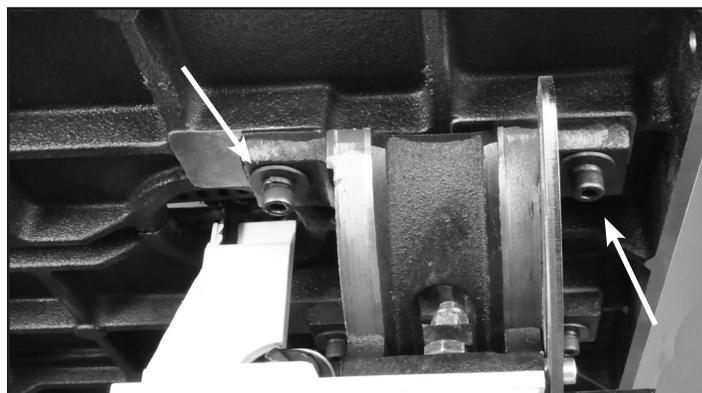
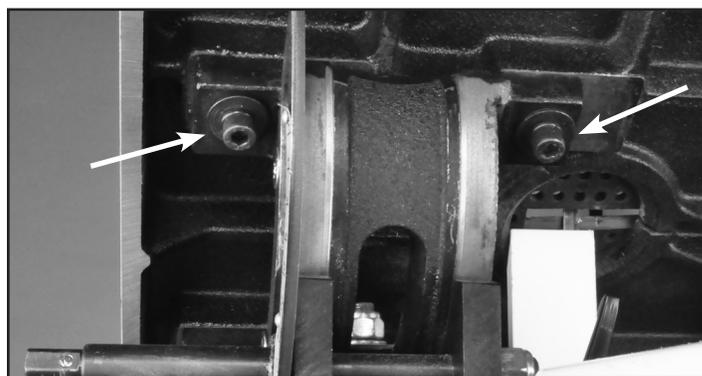

FIGURE 2
FIGURE 3
3. Attachez la table au manchon avec les quatre vis à tête hexagonale, les rondelles ressort et les rondelles (pièces #20C, 21C, 22C). Installez deux boulons à droite de la lame, serrés à la main seulement. Fig. 2. Ensuite, inclinez la table à 45 degrés et installez les deux boulons à gauche de la lame. Fig. 3. **NE serrez PAS complètement les boulons à ce moment-là.** Ramenez la table à la position horizontale.